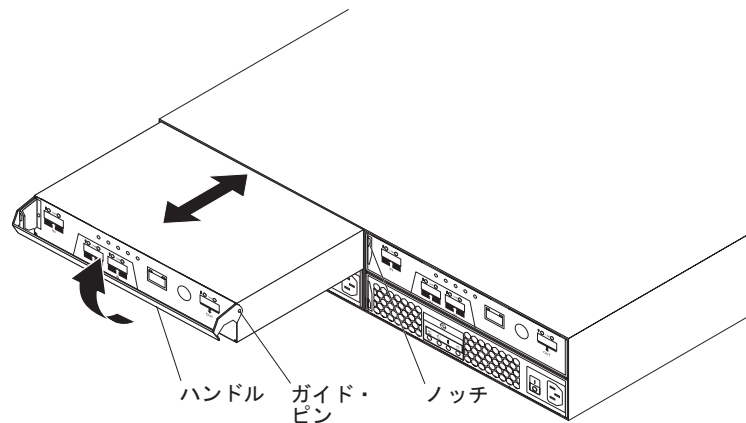

図 61. コントローラーの取り外しと交換
- b. 図 61 に示されているように、ゆっくりハンドルをシャーシから引き離して、コントローラーをベイから取り外します。
- b. コントローラーの側面にあるガイド・ピンが、DS3400 シャーシのノッチに収まることを確認します。95 ページの図 61 を参照してください。